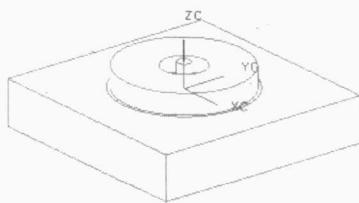
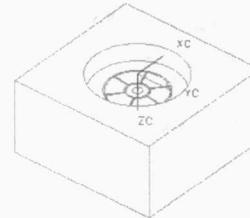

图 1-24 型芯
图 1-25 型腔
- ⑧ 在对话框上单击“自动创建型腔型芯”按钮，系统自动创建型芯和型腔。
⑨ 单击对话框上的“取消”按钮，然后在分型管理器对话框上单击“关闭”按钮，完成型芯和型腔的创建。
⑩ 单击菜单“窗口→ele_core_013.prt”命令，显示型芯，如图 1-24 所示。用同样的方法显示型腔，如图 1-25 所示。